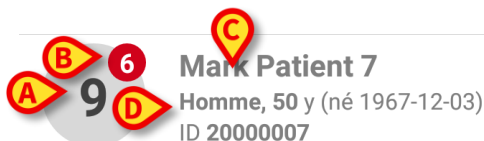

Fig 90
Chaque lit est représenté par une mosaïque (Fig 90).
- numéro de lit (Fig 90 **A**);
- nombre de messages non écoutés (le cas échéant) (Fig 90 **B**);
- nom du patient dans ce lit (Fig 90 **C**);
- données du patient (si disponibles : sexe, âge, date de naissance, ID patient - Fig 90 **D**).